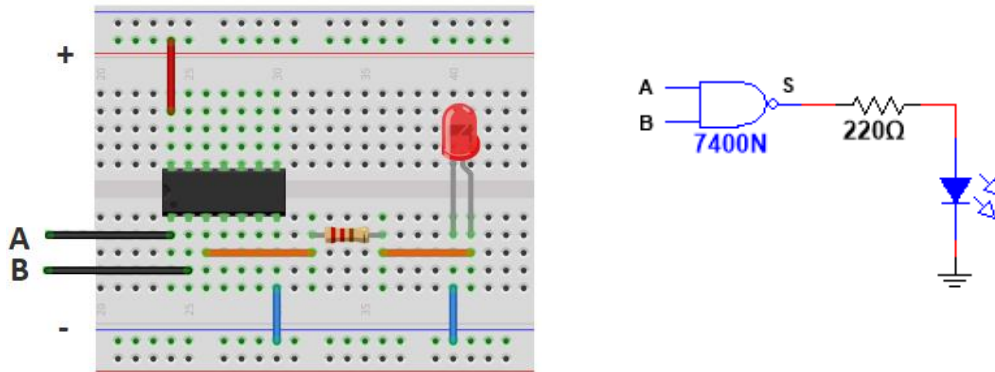

Figura 3.
- Colocar correctamente en la tabla de pruebas (protoboard) el CI 74XX00 de acuerdo con el montaje mostrado en la figura 3. Tenga en cuenta que A y B son entradas de la compuerta y el circuito se debe alimentar con 5 voltios.